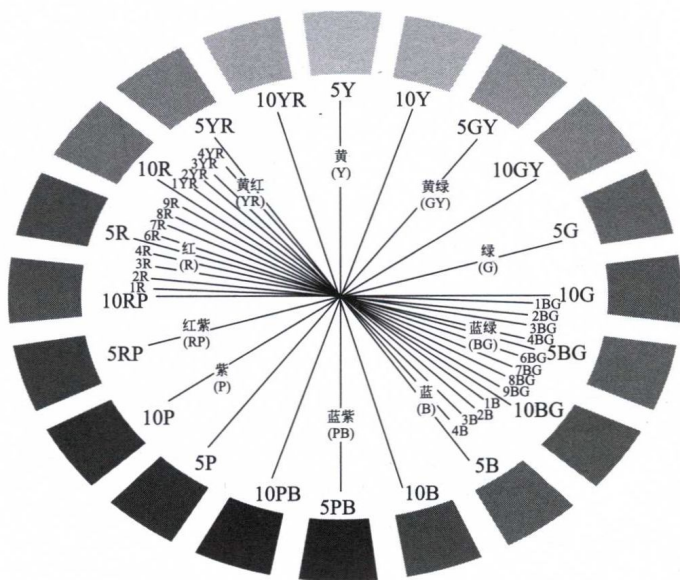

图 1-3 孟塞尔颜色体系——色相
孟塞尔颜色体系在红 (R)、黄 (Y)、绿 (G)、蓝 (B)、紫 (P) 五种基础颜色中间插入黄红 (YR)、黄绿 (GY)、蓝绿 (BG)、蓝紫 (PB)、红紫 (RP)，组成十种基本色相的色相环。再把 10 色相中的每个色相再细划分为 10 等份，形成 100 个色相，将其分布于圆周的 360° 中。例如红色 R 划分为 1R、2R、3R…10R，接着 1YR、2YR…10YR；把各色相的第五号，即 5R、5YR、5Y…5RP 作为该色相的代表色相 (如图 1-3，见文后插图)。